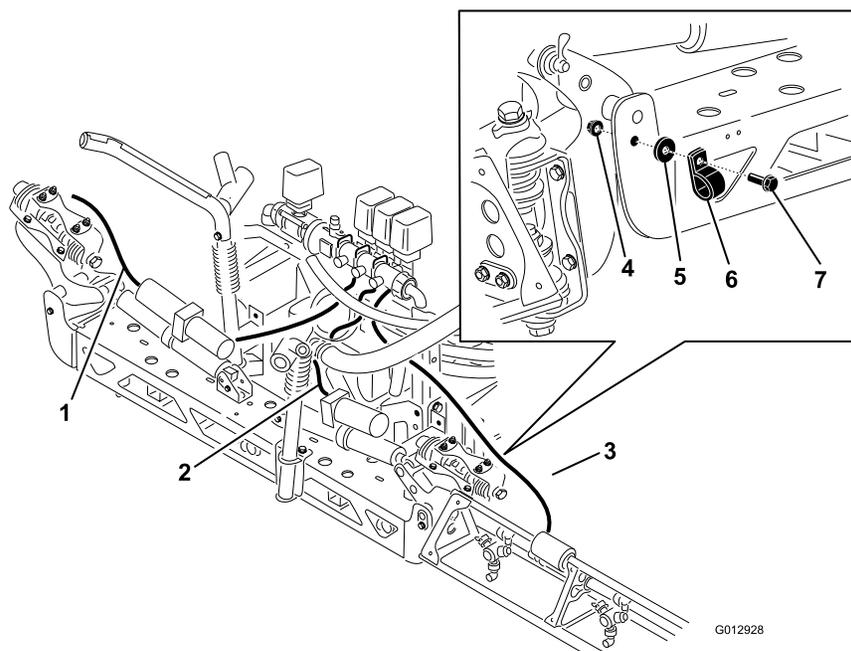

Figura 31
1. Infilate i flessibili della barra come illustrato nella Figura 31.
2. Usate le fascette fermacavi a R per fissare i flessibili della barra di destra e di sinistra al centro della barra centrale. Fissate i flessibili e le fascette fermacavi a R con un bullone di spallamento, una rondella e un dado come illustrato nella Figura 31.